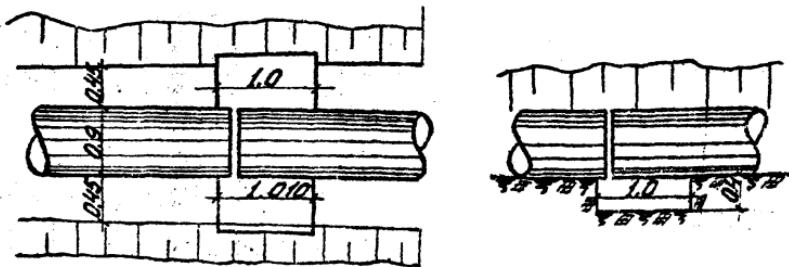

Рис.3 Приямок для заделки стыка
- д/ вырыты приямки под стыки /выполняются вручную, разработанный грунт укладывается у бортов по дну траншеи и используется для последующей подсыпки уложенного трубопровода. Рытье приямков следует производить впереди монтажа на 10-12 труб. Размеры приямков см. рис. 3/;